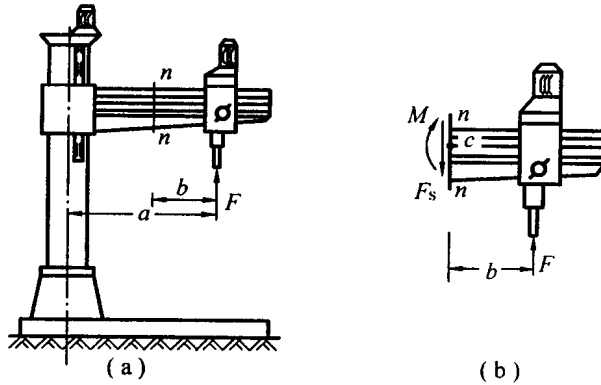

图 1-1
1.1 对图 1-1(a) 所示钻床, 试求 $n-n$ 截面上的内力。
解 应用截面法, 取图 1-1(a) 所示截面 $n-n$ 以右部分作为研究对象, 其受力如图 1-1(b) 所示。由平衡条件 $\sum F_y = 0, F - F_s = 0$, 和 $\sum M_c = 0, Fb - M = 0$, 解得 $F_s = F, M = Fb$ 。